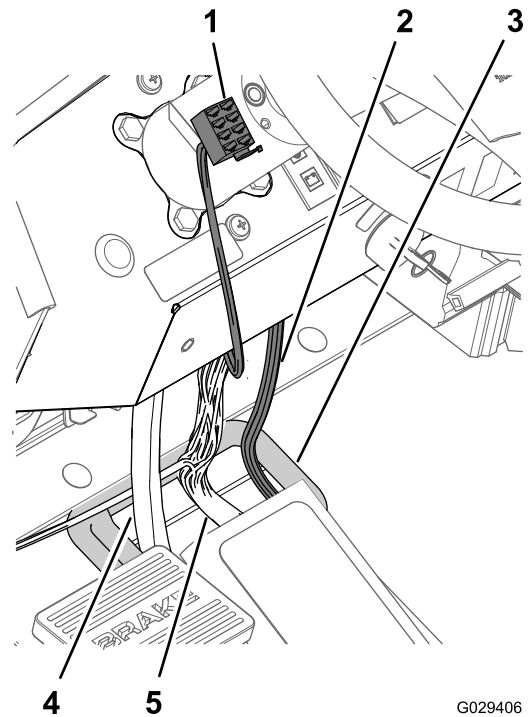

Figura 15
4. Enrute el conector de 8 tomas al extremo del ramal del salpicadero de 240 cm a lo largo del salpicadero y hacia la izquierda del árbol de dirección (Figura 15).